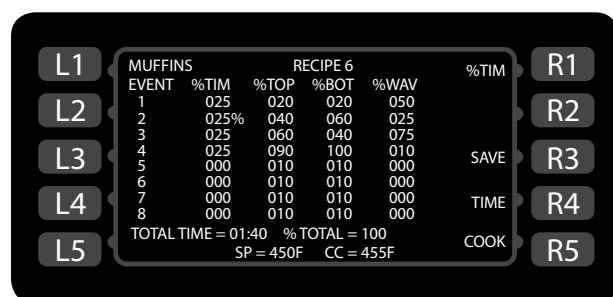

Bild 30: Bildschirm „Rezept Editieren“
5. Im Bildschirm „Rezept-Editieren“ (Bild 30) den Produktgruppennamen editieren: